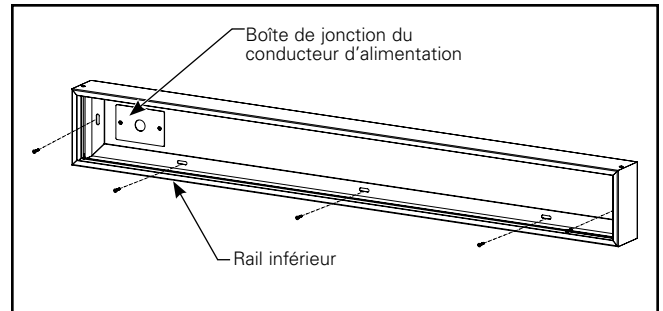

Figure 11.
**Note:** Il est recommandé d'installer le boîtier de sorte que la boîte de jonction du conducteur d'alimentation soit située à l'une des extrémités du boîtier. Cela assurera qu'il y a suffisamment d'espace à l'intérieur du boîtier pour l'excédent de conduit métallique flexible. (figure 11.)
B3. Fixez le boîtier au mur à l'aide de la quincaillerie appropriée (non fournie) afin de fixer les deux rails courts et le rail long inférieur à la surface. Assurez-vous que le boîtier reste droit pendant l'installation. L'espace entre les fentes de montage est de 16 po entraxe. (figure 11.)